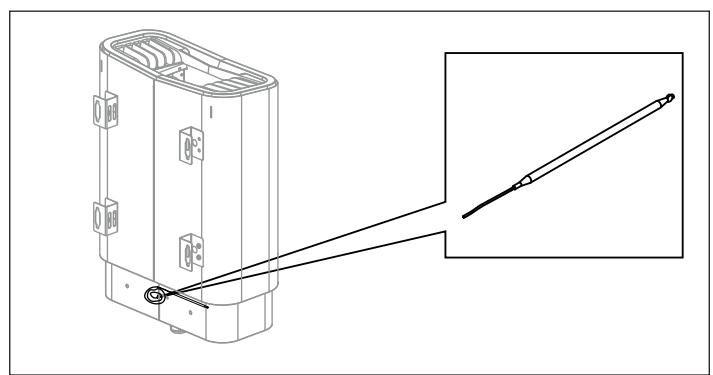
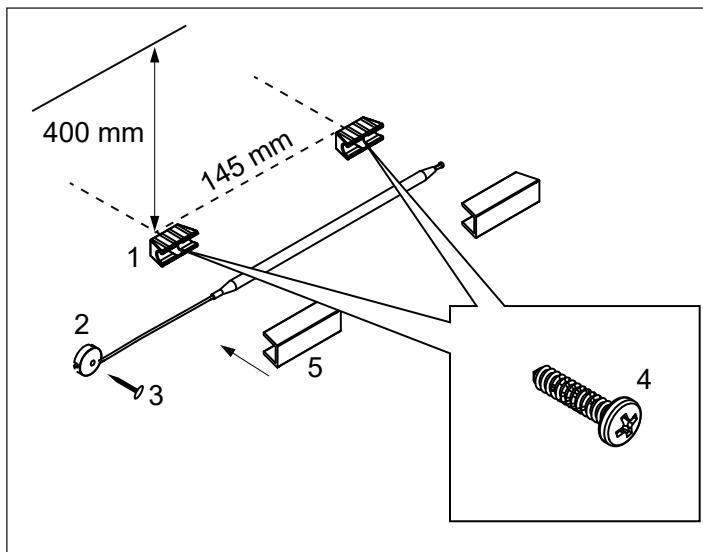

Fig 14: Hitta temperatursensorn
Fig 12: Installera temperatursensorn
Montera temperatursensorhållarna, (se (1) i Fig 12) med de två medföljande skruvorna (4) 400 mm ned från taket och 145 mm emellan.
Skjut in temperatursensorn (hittas på baksidan av aggregatet, se Fig 14) och sätt på profilerna. Fäst kapillärröret med clipsen (2) och dyckerten (3) (se Fig 12).
Vid inkoppling till spänningar eller fas-tal, som inte anges i kopplingsschema (se Fig 14), kontakta Tylö kundservice.